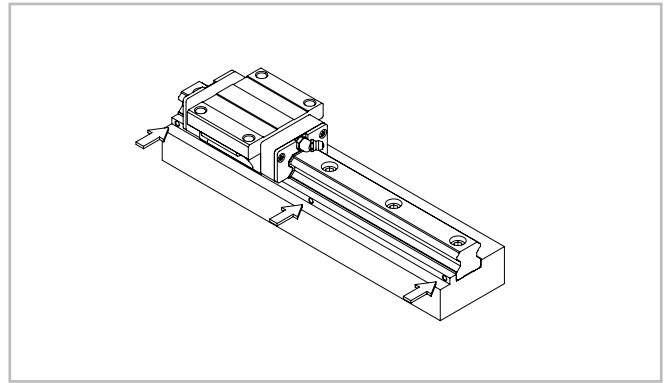

Abb. 56
(3) Die Andruckschrauben an der Führungsschiene anziehen, bis enger Kontakt an der seitlichen Anschlagfläche besteht (s. Abb. 56).